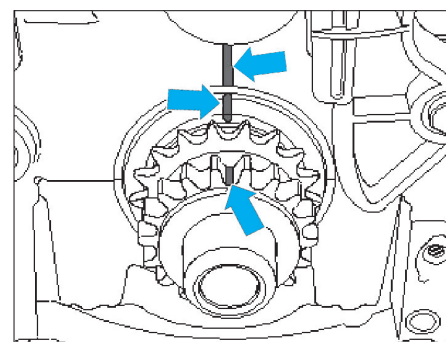

Fig. 11
- [5]. Tige de blocage (réf. T40011) (Fig.11).
- Repérer la position de vilebrequin par rapport au bloc-cylindres à l'aide d'un crayon feutre (Fig.11).